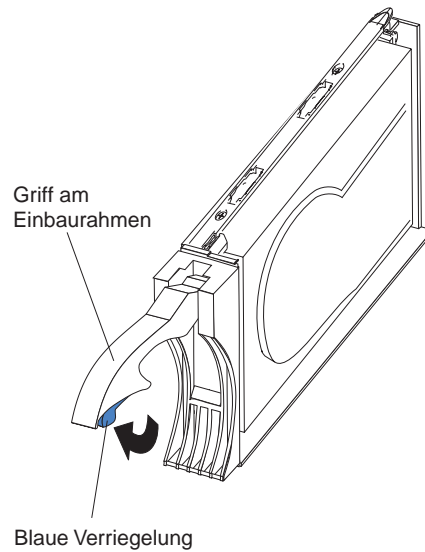

Abbildung 37. Laufwerkverriegelung
- b. Ziehen Sie den Griff am Einbaurahmen heraus, so dass er sich in der geöffneten Position befindet, wie in Abb. 37 dargestellt.
- a. Drücken Sie innen auf der Unterseite des Griffs am Einbaurahmen, um die blaue Verriegelung freizugeben, wie in Abb. 37 auf Seite 49 dargestellt.